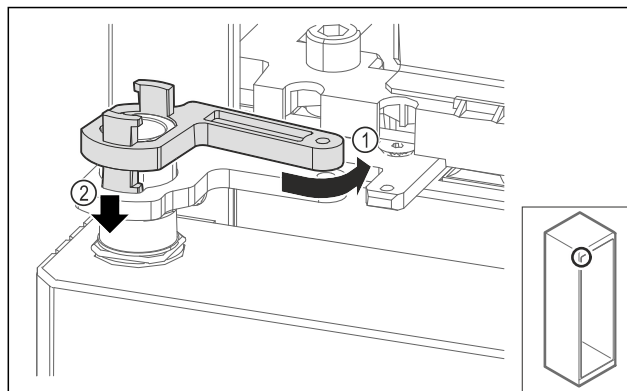

Fig. 67
- Kissé fordítsa vissza a csapágybak zárját Fig. 67 (1), nyomja lefelé Fig. 67 (2) és rögzítse a zsanérban.